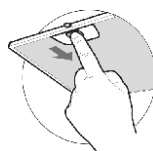

рис. 4
- снимите алюминиевый фильтр (рис. 4);
8.3 Для очистки алюминиевого фильтра извлеките его из вытяжки (рис.4). Произведите очистку фильтра с помощью щетки горячим водным раствором нейтрального моющего средства вручную или в посудомоечной машине (при 60°C). Сильно загрязненный фильтр не следует мыть в посудомоечной машине вместе с посудой. Старайтесь не сгибать фильтр при мойке. Возможное изменение цвета фильтра, с течением времени, не приводит к снижению эффективности его действия.
- перед установкой вытяжки снимите алюминиевый фильтр, для этого нажмите на пружинный замок на фильтре и потяните фильтр вниз и на себя (рис. 4);